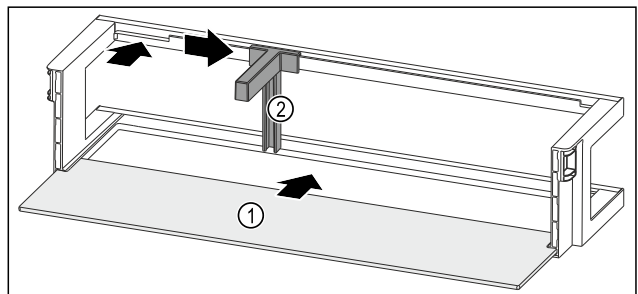

Fig. 92 Balconnet de contre-porte avec tablette de rangement
- Insérer la tablette de rangement Fig. 92 (1) dans les évidements latéraux.
- Insérer le porte-bouteilles Fig. 92 (2) dans l'évidement.
- Pousser le porte-bouteilles Fig. 92 (2) sur le côté en position souhaitée.